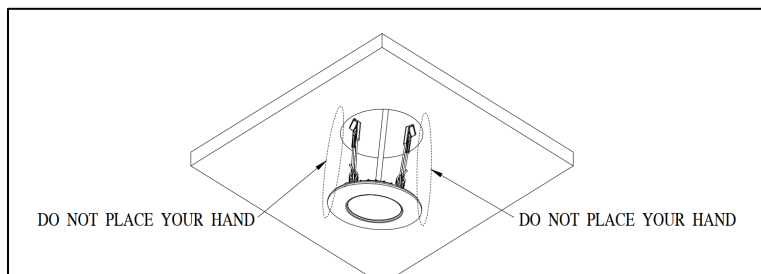

Figura 16
**ADVERTENCIA: NO COLOQUE LA MANO DEBAJO DEL CLIP DE RESORTE DURANTE EL PROCESO DE EXTRACCIÓN. EL RAPIDO DE LOS CLIPS PUEDE CAUSAR LESIONES EN LA MANO (Figura 16).**